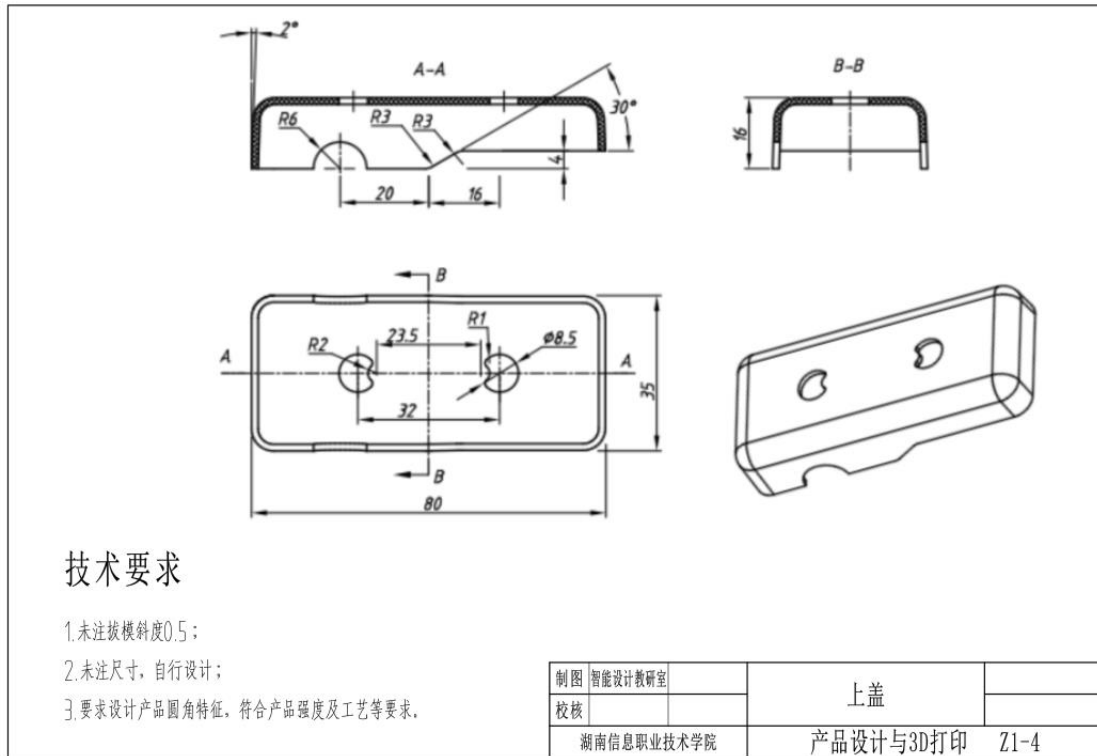

图 3-1-4 上盖零件图
按照图 3-1-4 的要求，对上盖零件进行产品造型、结构设计与 3D 打印。打印材料：ABS 或 PLA
- 2) 根据图 3-1-4 对上盖零件进行造型。设计产品圆角特征，符合产品强度及工艺等要求。